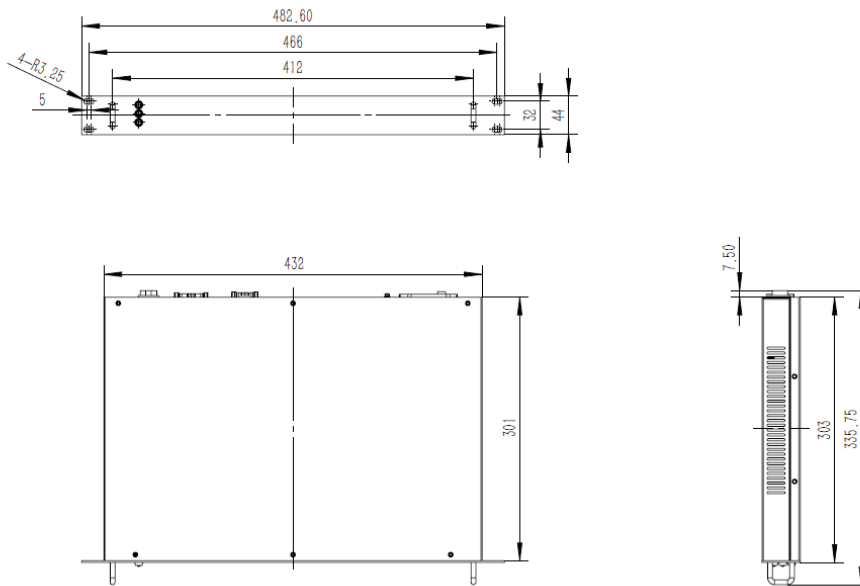
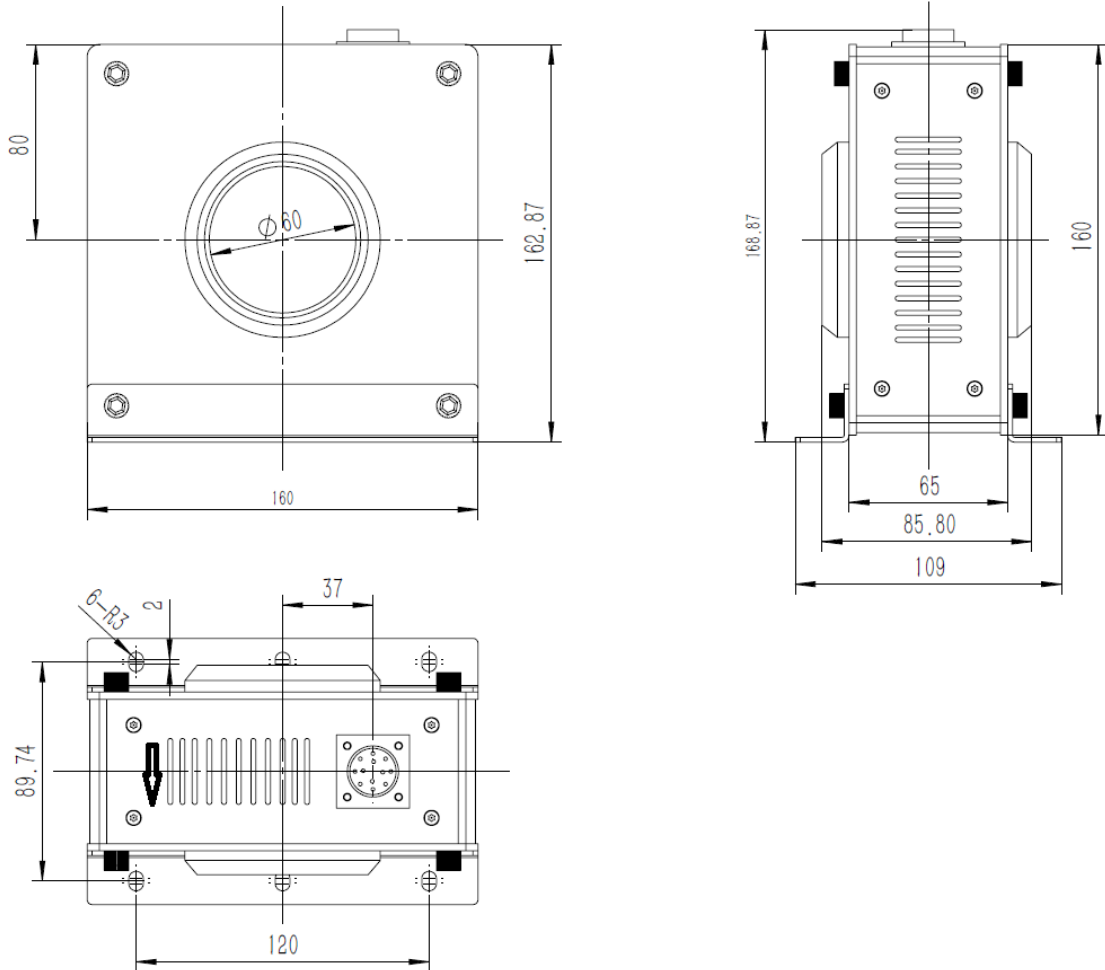

图 1 主机外形尺寸
图2 探头尺寸图
7.1. 主机和探头外形及尺寸图(见图 1 和图 2 单位：mm)